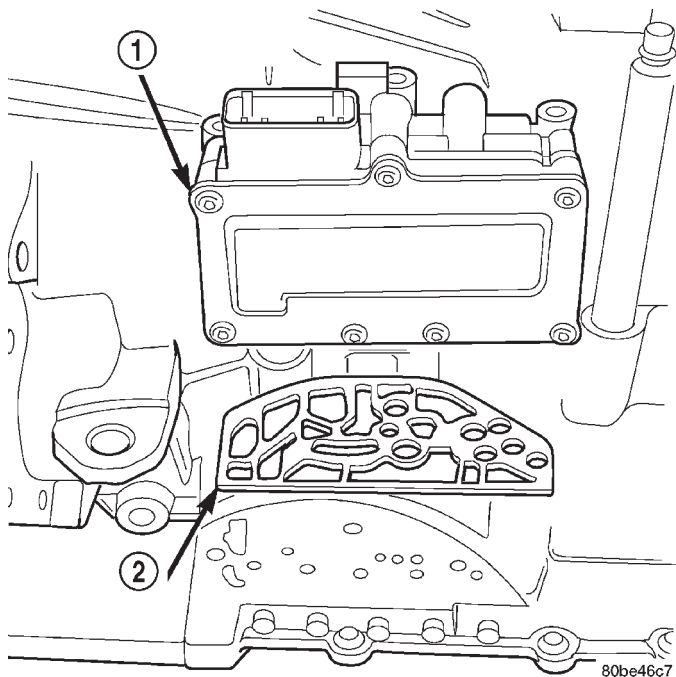

Fig. 8 Conjunto solenoides y conmutadores de presión y junta
(1) Retire los sensores de velocidad de impulsión y transmisión.
(2) Retire los tres (3) pernos del conjunto de solenoides y conmutadores de presión al cárter.
(3) Retire el conjunto de solenoides y conmutadores de presión y la junta (Fig. 8).